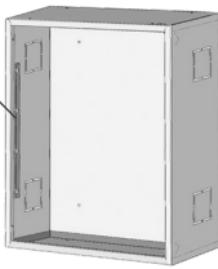

Рисунок 5
2) Корпус 1 перевернуть дном вверх, чтобы стойка шкафа расположилась слева (рисунок 5)